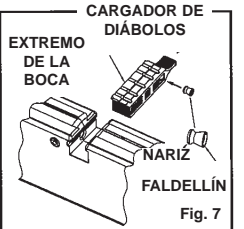

Fig. 7
- Coloque un diábolo (empezando por la nariz), en cada una de las cinco recámaras de diábolos (Fig. 7). **IMPORTANTE:** Para evitar atascos o que se deformen los diábolos, asegúrese de que el faldellín del diábolo esté nivelado con el borde de la recámara de diábolos o un poco debajo de él.